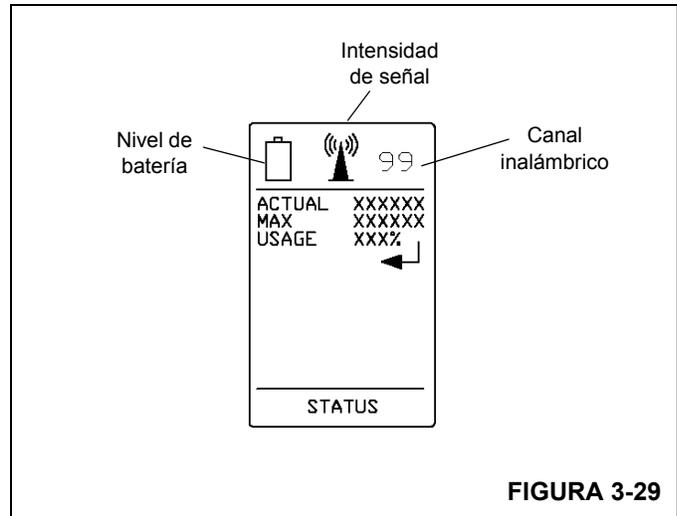

FIGURA 3-29
La pantalla LCD (27, Figura 3-28 y Figura 3-29) se usa para comunicar la intensidad de la señal, el nivel de carga de la batería, el canal inalámbrico, el estado del control remoto y la configuración de la grúa basado en los botones que están pulsados. También se visualiza la información del RCL al operador y se puede conmutar presionando el interruptor de pantalla RCL de la grúa (3). La siguiente información del RCL está disponible para el operador en la pantalla LCD: